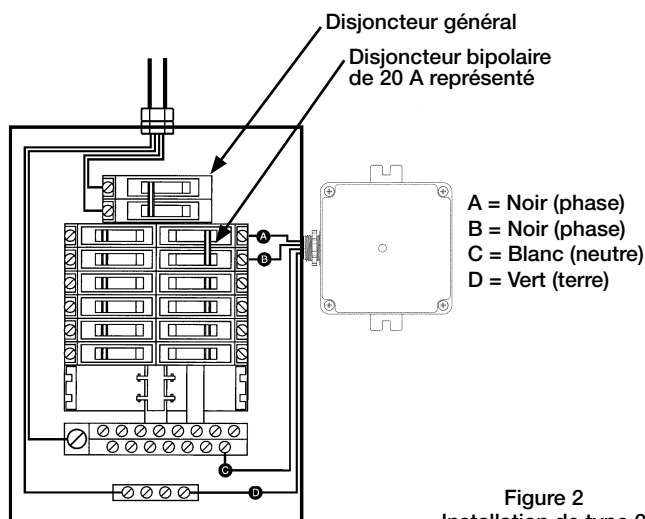

Figure 2
3. Raccorder le fil blanc du limiteur de surtension à la barre de neutre du tableau, comme sur la Figure 2.
4. Raccorder les deux fils noirs à un disjoncteur, comme sur la Figure 2. Pour assurer un fonctionnement optimal du limiteur de surtension, utiliser un disjoncteur bipolaire de 240 V et 20 A, le calibre maximal recommandé.